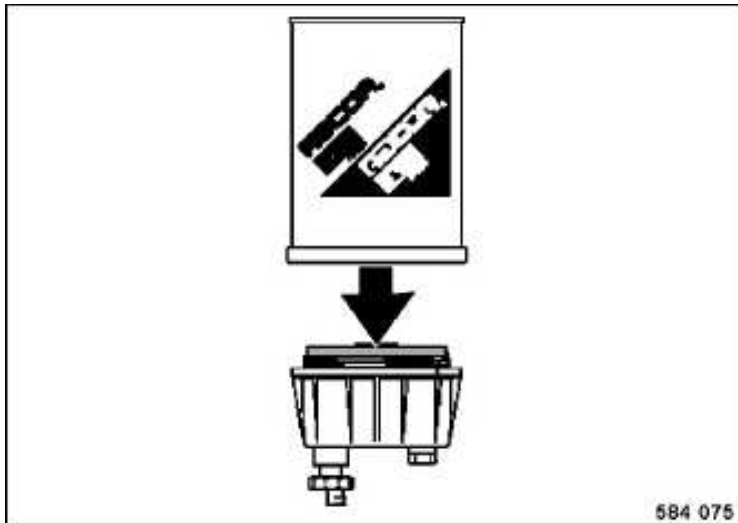

Fig. 134
- Desenroscar el separador de agua del cartucho filtrante (Fig. 134).